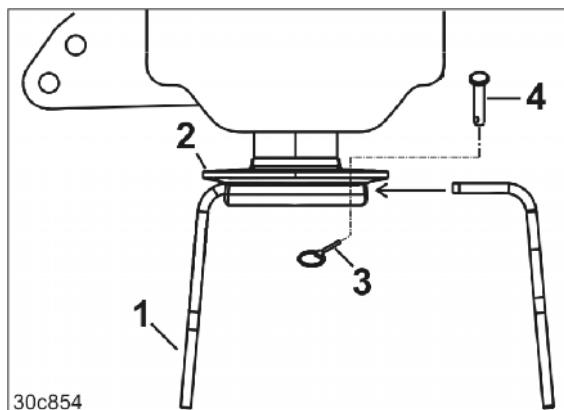

図 59
タイン（図 59/1）はツールキャリア（図 59/2）のソケットに固定されています。
1. リンチピン（図 59/3）をピン（図 59/4）から抜きます。
2. ピン（図 59/4）を上方へと打ち出してツールキャリアから外します。